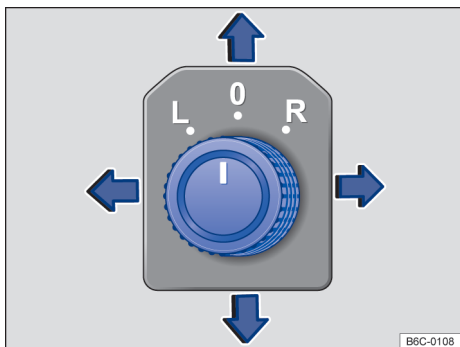

Fig. 82 Na porta do condutor: botão rotativo de ajuste dos espelhos retrovisores externos elétricos.
- Girar o botão rotativo na porta do condutor até o símbolo desejado → Fig. 82.